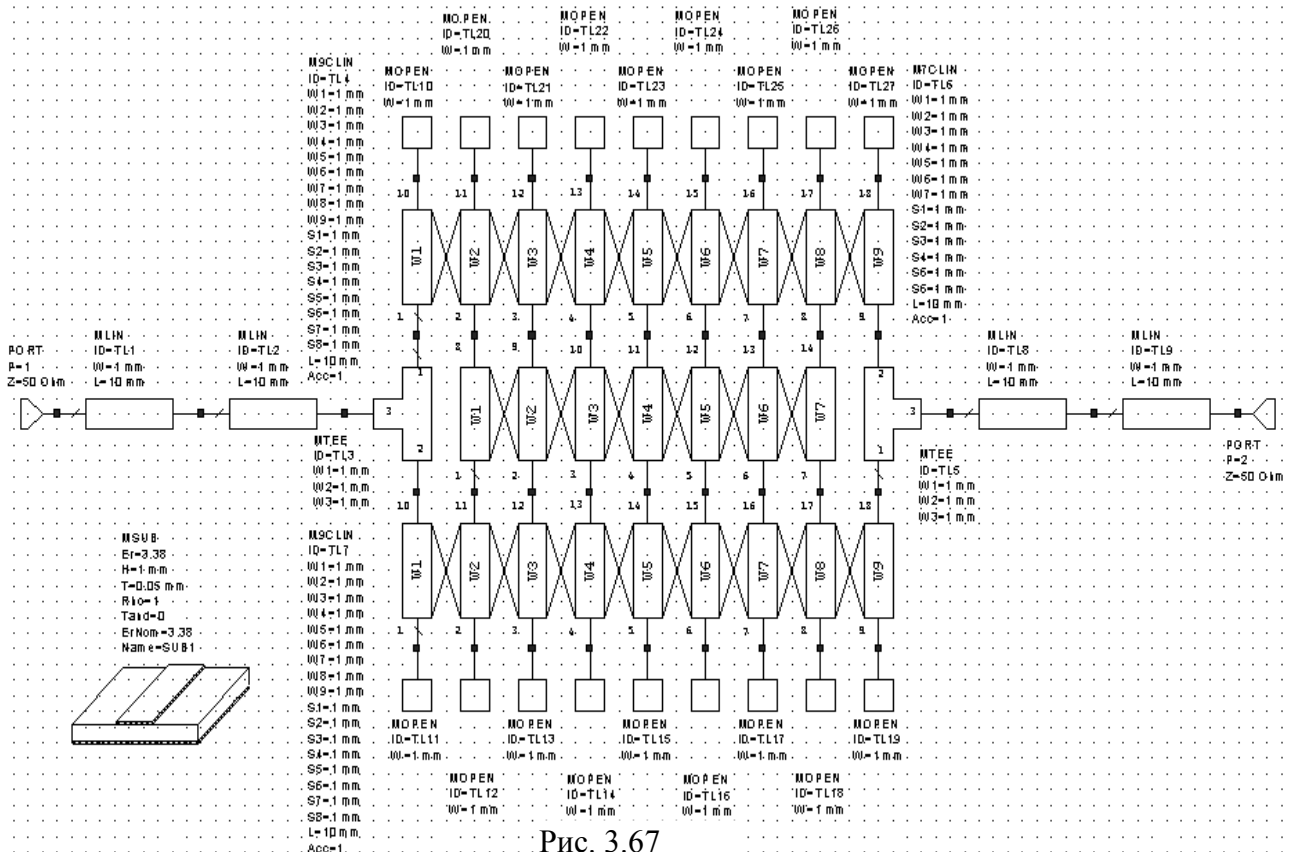

Рис. 3.67
13. Щёлкните по группе **Substrates** в левом окне проекта и перетащите элемент **MSUB** в окно схемы. Должна получиться схема, показанная на рис. 3.67.